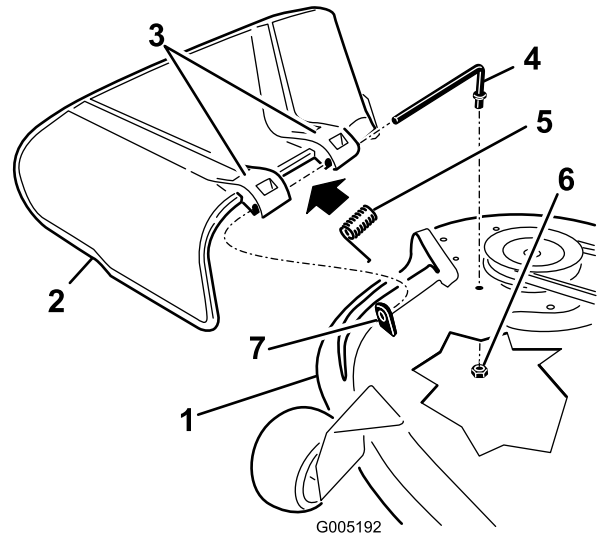

Figura 77
1. Retire la tuerca ( $\frac{3}{8}$ " ) de la varilla (debajo del cortacésped) (Figura 77).
2. Retire la varilla del espaciador corto, del muelle y del deflector de hierba (Figura 77).
4. Vuelva a colocar el deflector de hierba (Figura 77).
7. Deslice la varilla por el segundo soporte del deflector de hierba (Figura 77).
9. Sujete el extremo trasero de la varilla al cortacésped con una tuerca ( $\frac{3}{8}$ "), según se muestra en Figura 77.